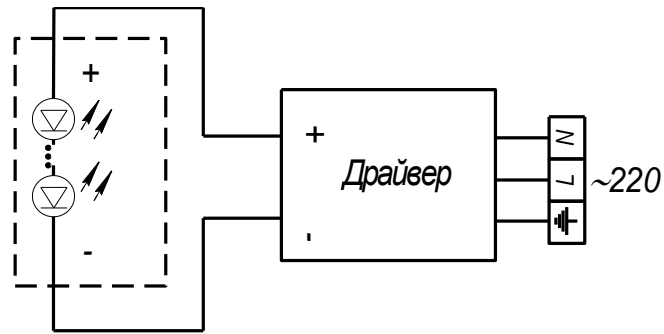

Рис.2
6.3 Подключить провода светильника в соответствии со схемой (рис. 2) и цветом проводов.